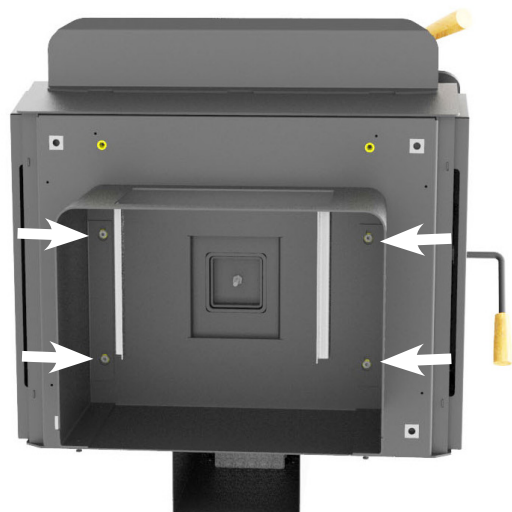

Fig. 11
5. Utilisez les trous de serrure sur le dessus du piédestal corps, installez le piédestal en place en poussant contre le fond de l'appareil, puis en le faisant glisser vers le bas (en supposant que l'appareil est sur son arrière). (**Fig. 11**)